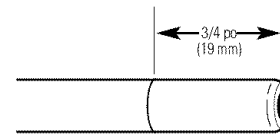

Fig. 8
1. Mesurez 3/4 po à partir de chaque extrémité de chaque morceau restant de tuyau (extrémité du robinet et extrémité d'entrée d'eau) et marquez avec un crayon (Fig. 8). (Vérifiez que le tuyau soit bien rond, lisse, bien coupé, bien indenté, avec des bords vifs).